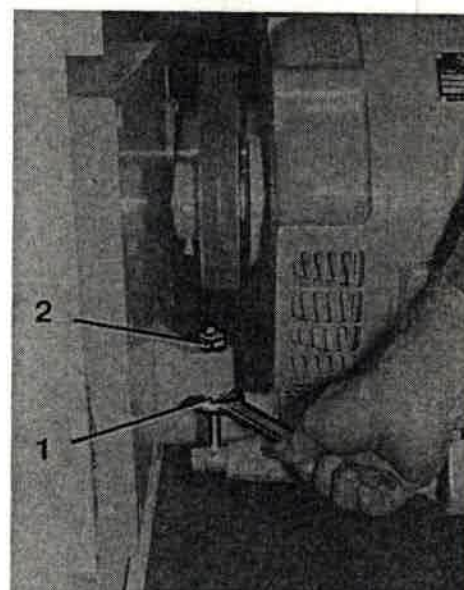

Bild 120
3. Zum Austauschen Sechskantmutter (Bild 120/1) einige Umdrehungen lösen und Motor durch Drehen der Sechskantmutter (Bild 120/2) so weit anheben, bis sich die Keilriemen abnehmen lassen.